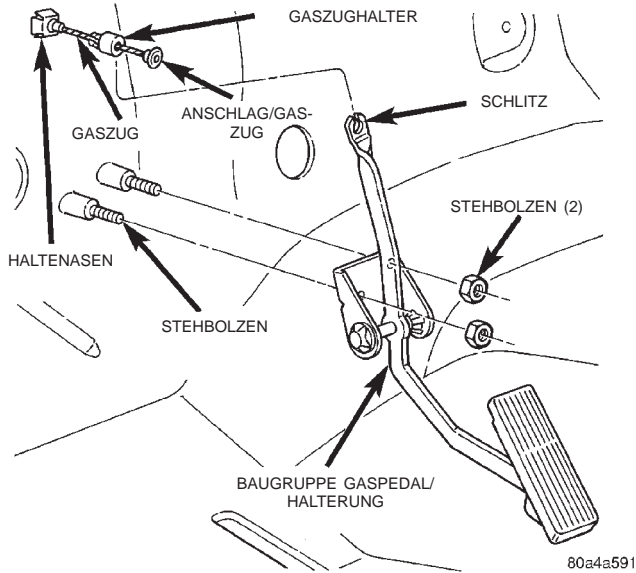

Abb. 38 Gaspedalbefestigung
Das Gaspedal ist über den Gaszug mit dem Gasgestänge am Drosselklappengehäuse verbunden. Der Gaszug ist zum Schutz mit einer Kunststoff-Ummantelung versehen. Er ist mit dem Gasgestänge durch ein Kugelgelenk verbunden und mit dem Gaspedal durch einen Kunststoffclip, der auf der Oberseite der Pedalstange einrastet (Abb. 38). Dieser Halteclip rastet oben in der Gaspedalstange ein. Der Gaszug ist durch die in die Seilzug-Ummantelung integrierten Haltenasen an der Spritzwand befestigt (Abb. 38).
- (1) Das Gaspedal im Fahrzeuginnenraum nach oben drücken. Den Kunststoffhalteclip und den Gaszug oben an der Pedalstange aushängen (Abb. 38). Der Kunststoffclip ist in die Pedalstange eingerastet.
- (2) Die Befestigungsmuttern der Gaspedalhalterung lösen.
- (3) Das Gaspedal abnehmen.
- (1) Das Gaspedal im Fahrzeuginnenraum nach oben drücken. Den Kunststoffhalteclip und den Gaszug oben an der Pedalstange aushängen (Abb. 38). Der Kunststoffhalteclip ist in die Pedalstange eingerastet.
- (2) Den Gaszug an der Pedalstange aushängen.
- (3) Im Fahrzeuginnenraum die Haltenasen des Gaszug-Mantelrohrs an der Spritzwand zusammen-
drücken (Abb. 38). Das Gaszug-Mantelrohr von der Spritzwand lösen und in den Motorraum ziehen.